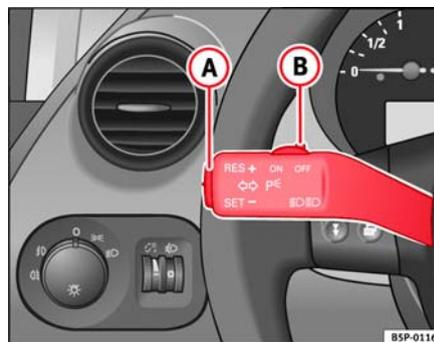

Fig. 141 Palanca de intermitentes y de luz de carretera: mando y tecla basculante para el regulador de velocidad
- Cuando se haya alcanzado la velocidad que se quiere programar, pulse brevemente la parte inferior de la tecla basculante **SET** ⇒ fig. 141 **A** una vez.